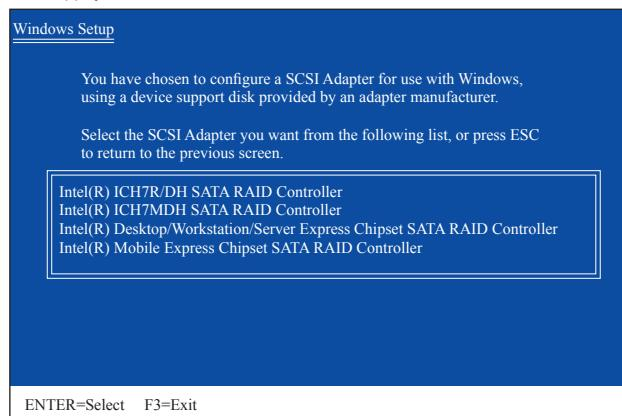

Figure 1
Insérez la disquette contenant le pilote SATA RAID/AHCI et appuyez sur **<Enter>**. Un menu de contrôleur, similaire à celui dans Figure 1 ci-dessous, apparaîtra. Sélectionnez **Intel(R) Desktop/Workstation/Server Express Chipset SATA RAID Controller** et appuyez sur **<Entrer>**. Pour le mode AHCI, utilisez la touche flèche haut du clavier pour aller sur l'élément **Intel(R) Desktop/Workstation/Server Express Chipset SATA AHCI Controller** et appuyez sur **<Entrer>**.